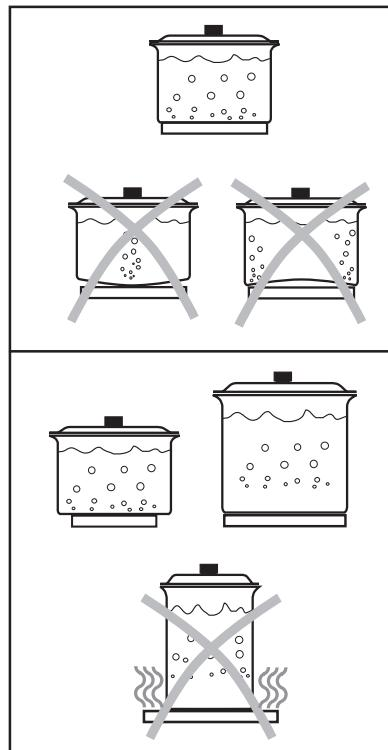

Fig. 3
- Para cozinhar nos discos eléctricos, é aconselhável utilizar recipientes de fundo triplô da mesma largura do disco, ou ligeiramente maiores (Fig. 3).